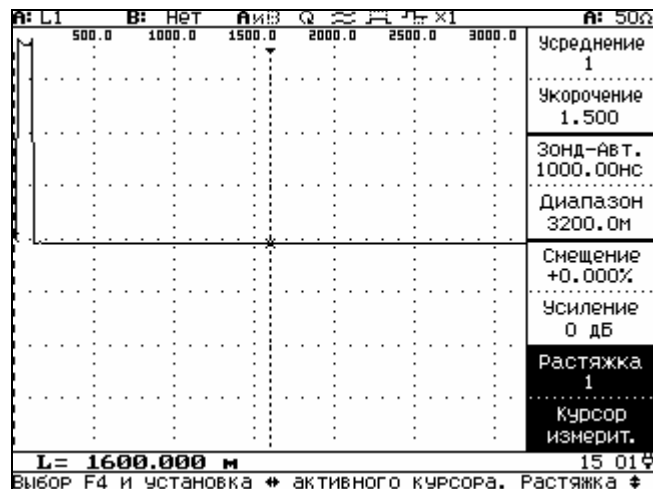

Рисунок 6.47
**Сетка** - выводится сетка (рисунок 6.47);